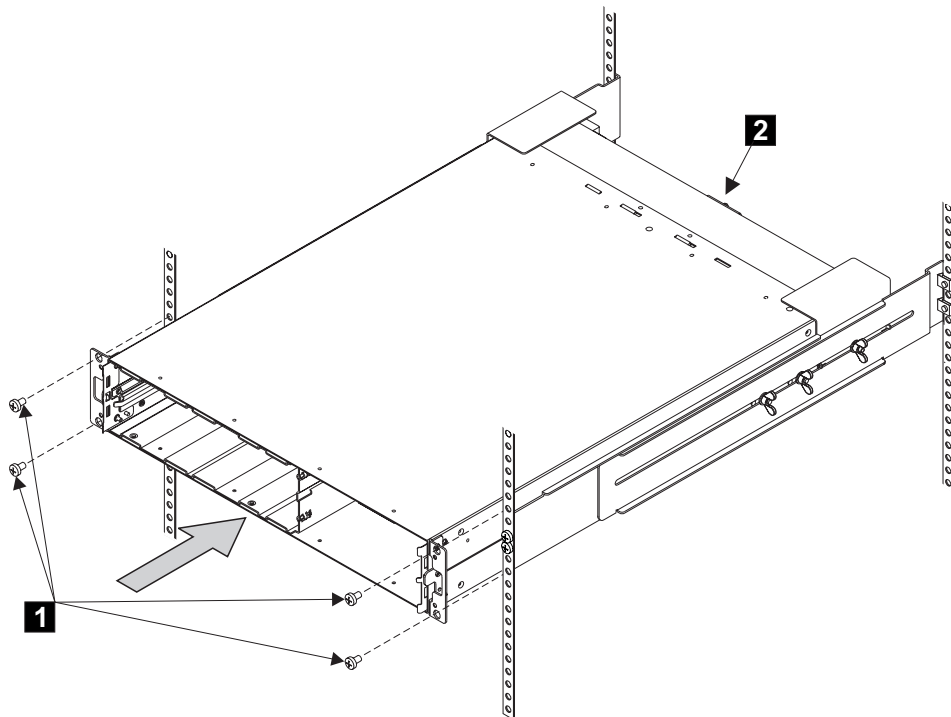

図 261. 2145 UPS のラックへの再取り付け
5. 前面の皿頭ねじ **1** を取り付けます (図 261 を参照)。